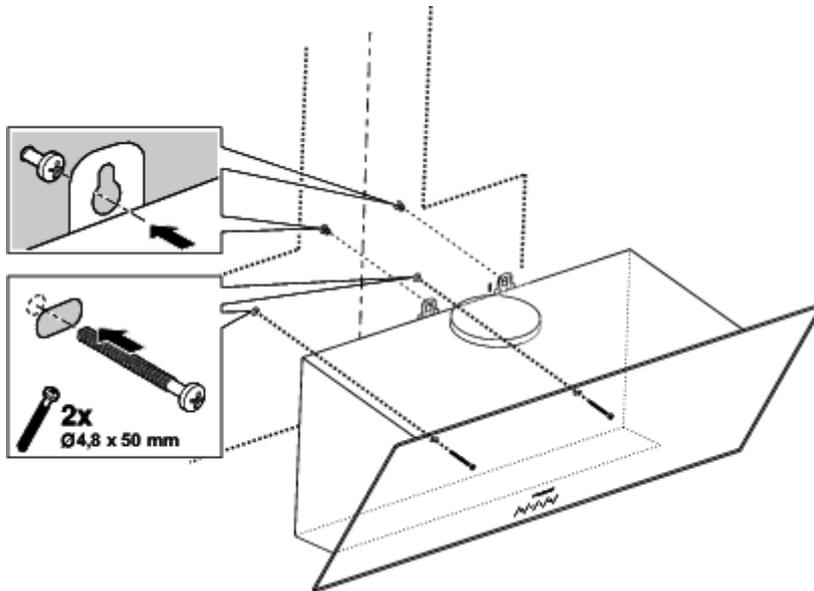

Fig. 13:
1. El aparato se levanta por su carcasa y se coloca en los tornillos de suspensión que se encuentran en la pared y los tornillos se aprietan ( Fig. 13).
2. El aparato se fija con tornillos de 4.8x50 a través del orificio de montaje que se encuentra en parte interior del aparato ( Fig. 13).